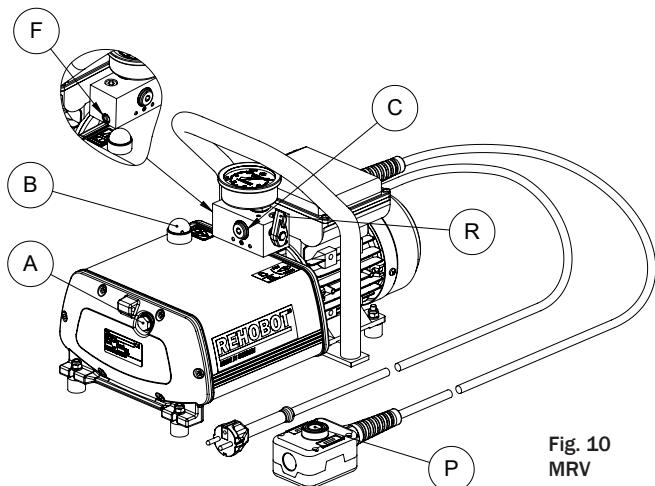
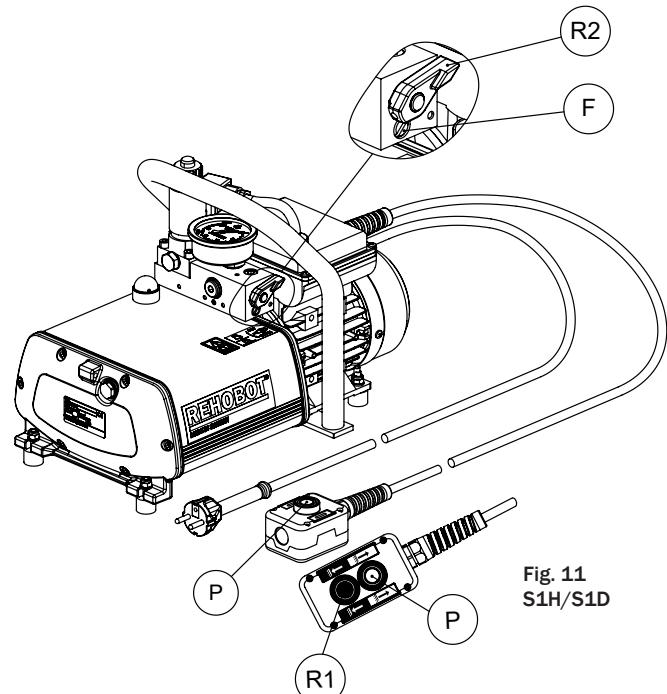

Fig. 10
Fig. 11
Pumpen är försedd med inbyggd fabriksinställd säkerhetsventil som begränsar utgående tryck till maximalt arbetstryck. OBS! Säkerhetsventilen får ej manipuleras eller bytas ut. Säkerhetsventilen får endast justeras av REHOBOT eller av REHOBOT auktoriserad serviceverkstad. Alla cylindrar, tillbehör och verktyg som ansluts till pumpen måste vara konstruerade för ett arbetstryck som motsvarar minst pumpens maximala arbetstryck. Pumpens oljepåfyllnadsplugg har inbyggd luftventilering för att motverka över- och undertryck i oljetanken (fig. 10 pos. B) Elmotorn har inbyggd termokontakt som slår ifrån motorn vid för hög temperatur. Samtliga PME-modeller är utrustade med: Siktglas för enkel kontroll av max. oljenivå (fig. 10 pos. A) MRV/S1H - Kulventil för att hålla tryck i verktyg även när pumpning ej sker. Bärhandtag som även ger skydd för manometern.
Anslut hydraulslang med G 1/4" koppling (fig. 10, pos. C) eller använd REHOBOT snabbkopplingar. Pumpens siktglas (fig. 10 pos. A) kan bytas ut mot lämplig G 1/4" koppling och användas som returport. Placera pumpen så att siktglaset är högre upp än oljenivån innan byte sker.
- Skruva bort oljepåfyllningspluggen (Fig. 10, pos.B).
- Fyll oljebehållaren genom påfyllningshållet tills oljenivån når mitten av siktglaset (fig. 10 pos. A).
Reglering av trycket sker genom att vrida inställningsskruven (fig. 10 och fig. 11 pos. F)